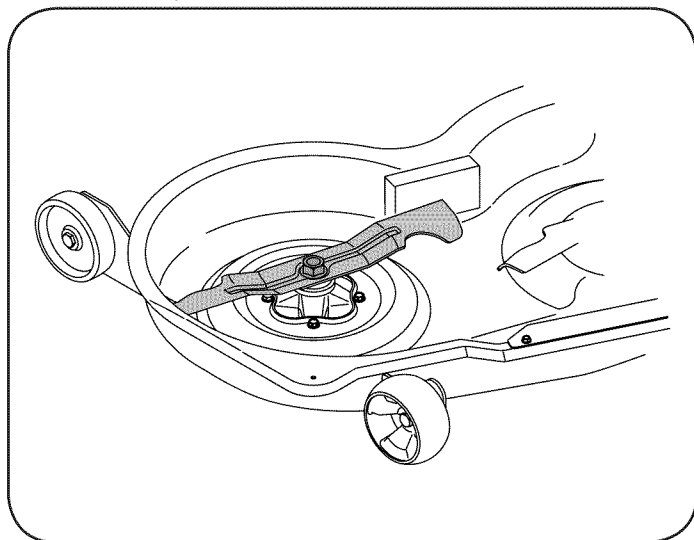

Figura 17
- Coloque un bloque de madera entre el deflector del alojamiento central de la plataforma y la cuchilla de corte, para que actúe como estabilizador. Vea la Figura 17.
- Extraiga la tuerca de brida hexagonal que asegura la cuchilla al montaje del husillo. Vea la Figura 17.